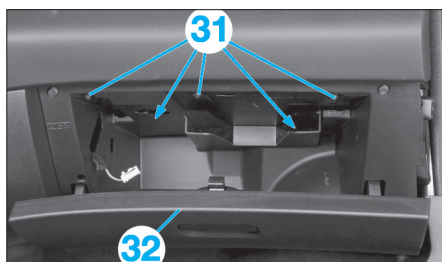

Fig. 17
- Déposer les vis (31) de la boîte à gants (32) (Fig.17).